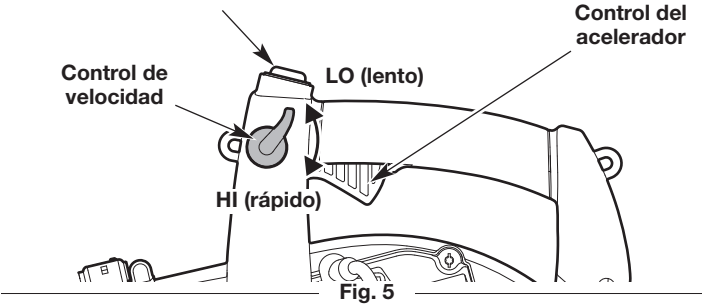

Fig. 5
**NOTA:** No es necesario encender la unidad. El interruptor de encendido/apagado está en la posición **Encendido (I)** en todo momento (Fig. 5).
2. Mueva el control de crucero a la posición **LO (lento)** (Fig. 5).
**NOTA:** Mantenga el control de crucero en posición **LO (lento)** y **NO presione el control del acelerador (Fig. 5)** hasta el paso 7.
7. Apriete y mantenga oprimido el control del acelerador o mueva el control de crucero a la posición **HI (rápido)** (Fig. 5).
2. Oprima y mantenga apretado el interruptor de encendido/apagado en la posición **Apagado (O)** hasta que el motor se pare por completo (Fig. 5).
- Use el control de velocidad para facilitar la operación continua (Fig. 5).